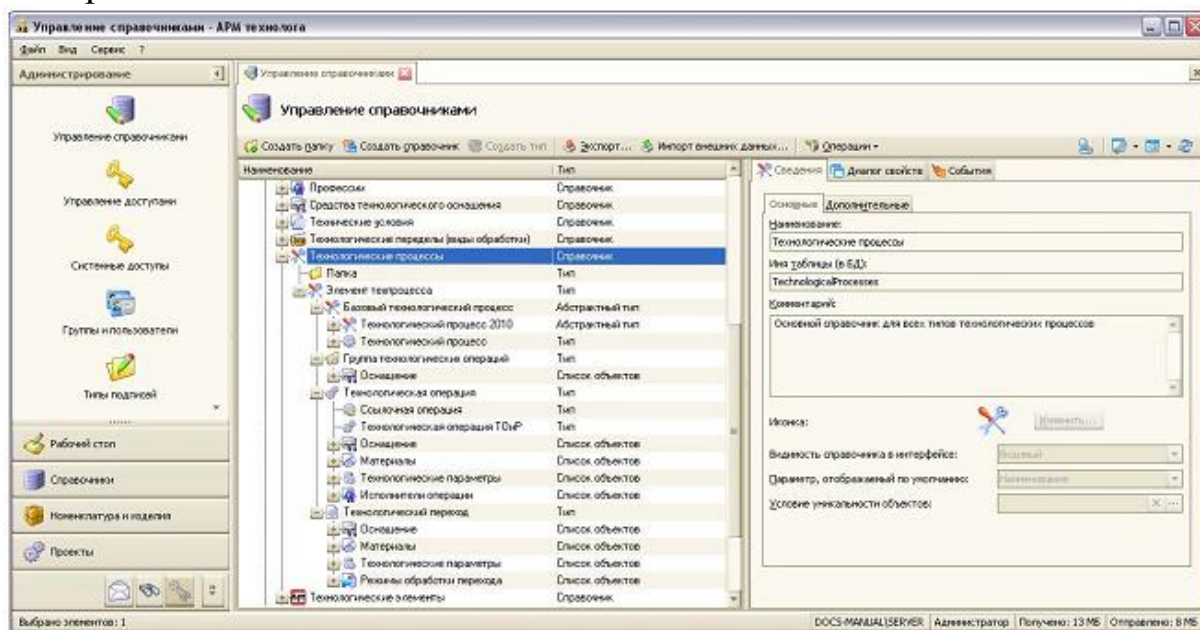

Рис. 20 Иерархия типов справочника «Технологические процессы» в окне «Управление справочниками»
Для хранения данных технологических процессов в T-FLEX Технология используется древовидный справочник «Технологические процессы», структура которого показана на рис. 20. Для описания параметров технологического процесса в справочнике используется два базовых абстрактных типа «Технологический процесс» и «Технологический процесс 2010». От данных типов порождаются конечные типы технологических процессов («Единичный
*Основные возможности по администрированию технологических справочников: изменение структуры, проектирование пользовательского интерфейса для работы с данными, установка связей и т.д., предоставляются в специальном окне «Управление справочниками» (рис. 20). Для открытия окна используется специальный ярлык «Управление справочниками» панели быстрых команд закладки «Администрирование» панели переходов. Работа с окном доступна только Администраторам T-FLEX Технологии.*
Все вышеупомянутые элементы ТП в справочнике «Технологические процессы» описываются либо списками, либо отдельными типами (см. рис. 20).